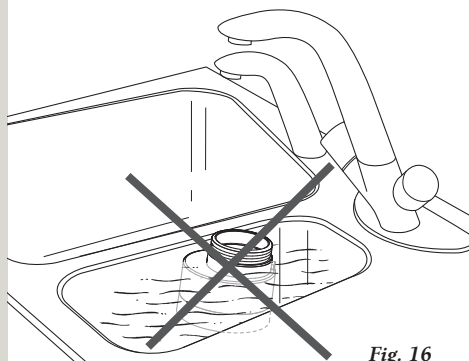

Fig. 16
- Non immergete la caldaietta in acqua. (fig. 16)